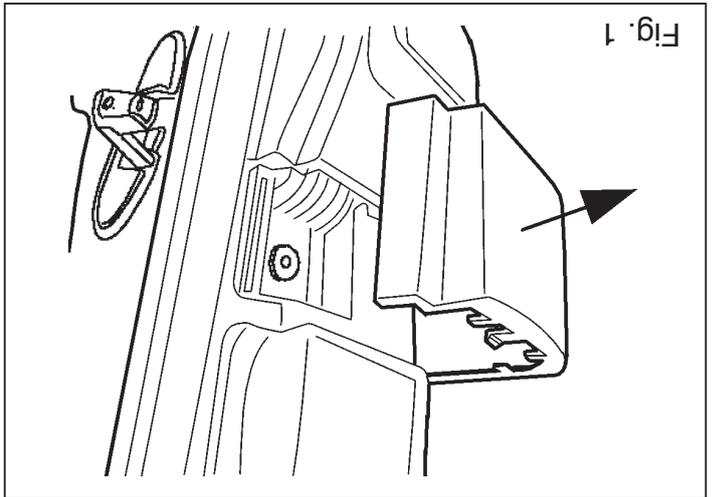

Fig. 1
1. Remove the bumper. The covers under the rearlight units need to be removed first (fig. 1). Take care! The bumper must not be damaged. If the bumper's steel inner fittings; these will not be replaced. Remove the vehicle is fitted with PDC (Parc Distance Control), remove the cable-holder from the bumper at points A (see photo). Place two M6x20 bolts in the bumper at a distance of 545mm from each other so they line up with the holes A on the towbar. Allow the exhaust to drop down and remove the heat shield.
1. Demonteer de bumper. Hierop dient men de afdekcapen onder de achterlicht units eerst te demonteren (fig. 1). Let op!!! Men dient er voor te zorgen dat de bumper niet kan beschadigen. Demonteer het stalen bumperbinnenwerk, deze komt te vervallen. Wanneer het voertuig is voorzien van PDC (Parc Distance Control) de kabel houder terplaatsse van de punten A losnemen uit de bumper (zie foto). Plaats twee M6x20 bouten in de bumper op een afstand van 545mm uit elkaar zodat deze corresponderen met de gaten A op de trekhaak. Laat de uitlaat zakken en demonteer het hitteschild.
1. Zdemontować zderzak, w tym celu należy w pierwszej kolejności zdjąć osłony pod tylnym zespołem oświetleniowym ( rys.1). **Uwaga:** należy zwrócić uwagę, aby w trakcie demontażu nie uszkodzić zderzaka. Zdemontować wewnętrzną metalową osłonę zderzaka, która nie będzie ponownie wykorzystywana. Jeżeli auto wyposażone jest w PDC , ( kontroler dystansu parkowania.) należy rozłączyć mocowanie przewodów w punktach A zderzaka (patrz rys.). w zderzaku należy przykręcić dwie śruby M6x20 w odległości 545 mm jedna od drugiej, w taki sposób aby korespondowały one z otworami A znajdującymi się na haku holowniczym. Oraz opuścić wydech, zdemontować osłonę cieplną.
1. Entfernen Sie die Stoßstange. Hierzu müssen Sie die Abdeckkappen unter den Rücklichtern erst abmontieren (Abb.1.) Achtung!!! Sorgen Sie dafür, dass die Stoßstange während der Arbeiten nicht beschädigt wird. Demontieren Sie die stählerne Stoßstangeninnenverkleidung, diese wird später nicht mehr benötigt. Wenn das Fahrzeug mit einer PDC (Parc Distance Control) ausgestattet ist, muss die Kabelhalterung bei den Punkten A aus der Stoßstange gelöst werden (siehe Foto). Befestigen Sie zwei M6x20-Schrauben in der Stoßstange mit einem Abstand von 545 mm zueinander, so dass diese mit den auf der Anhängervorrichtung befindlichen Löchern A korrespondieren. Den Auspuff runter hängen lassen und das Hitzeschild demontieren.
1. Démontez le pare-chocs. Pour cela il faudra d'abord démonter les capots de protection situés sous les feux arrière (figure 1). Attention !!! Veiller à ne pas endommager le pare-chocs. Démontez la garniture intérieure en acier du pare-chocs, celle-ci sera supprimée. Si le véhicule est équipé de PDC (Parc Distance Control), détachez du pare-chocs le support du câble situé à l'emplacement des points A (voir la photo). Monter deux boulons M6x20 dans le pare-chocs à 545 mm d'intervalle de sorte qu'ils correspondent aux trous A sur l'attache-remorque. Laisser descendre l'échappement et démonter le bouclier thermique.
1. Smontare il paraurti. A tal fine, è necessario smontare prima le calotte situate sotto i gruppi dei fanali posteriori (fig. 1). Attenzione!!! Assicurarsi che il paraurti non venga danneggiato. Estrarre l'anima dal paraurti, PDC (Parc Distance Control), staccare il passacavo dal paraurti a livello di punti A (vedi foto). Inserire due bulloni M6x20 nei paraurti, ad una distanza di 545 mm l'uno dall'altro, in corrispondenza dei fori A sul gancio traino. Lasciare scendere il tubo di scarico e smontare la protezione termica.